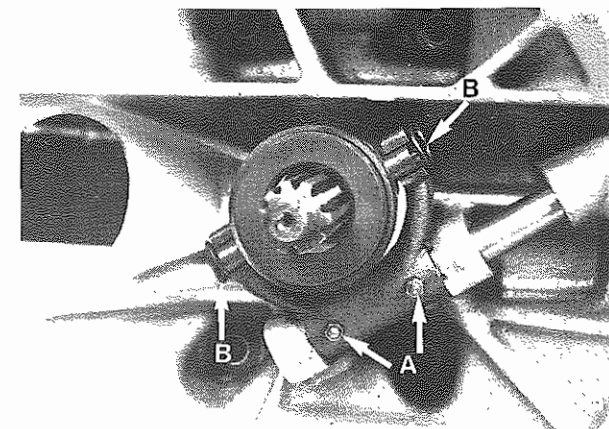

Fig. 13 - A - Spine di fissaggio
- Smontare il cuscinetto reggispira: estrarre le due molle di ritegno (**Fig. 13**).
- Smontare il leveraggio di innesto: allentare i dadi di **Fig. 13** ed estrarre posteriormente le due spine di fissaggio; sfilare la leva comando.
- Remove pressure plate bearing: take out the two retaining springs (**Fig. 13**).
- Remove coupling control levers; the loosen nuts of **Fig. 13**, and from the back take off the two fixing pins; slip off control lever.